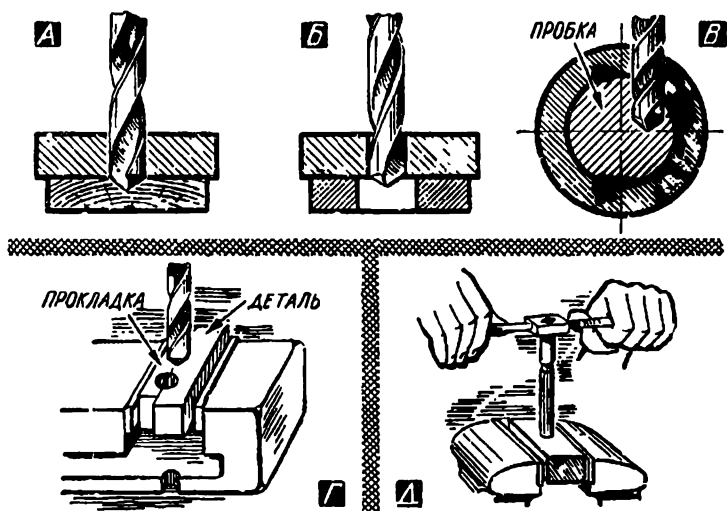

Рис. 33. Приемы сверления.
2. При сверлении сквозных отверстий под деталь следует подкладывать деревянную дощечку (рис. 33, А), а
для точных деталей — стальное кольцо или плитку с отверстием для прохода сверла (рис. 33, Б).
3. При сверлении смещенных с центра отверстий в круглых пустотелых изделиях необходимо забивать внутрь металлическую пробку (рис. 33, В).
6. При сверлении наружных канавок (неполных отверстий) рядом с деталью закрепляют равную с ней по высоте прокладку и сверлят отверстие сразу в обеих половинах (рис. 33, Г). Прокладка должна быть изготовлена из материала, твердость которого близка к твердости материала детали.
Развертывание детали производится вручную при помощи воротка, надеваемого на хвостовик развертки (рис. 33, Д). Прежде чем начать работу, развертку смазывают маслом и затем вводят заборной частью в отверстие, направляя ее так, чтобы оси отверстия и развертки совпали. В особо ответственных случаях положение развертки проверяют по угольнику в двух взаимно перпендикулярных направлениях — одну полку угольника ставят на деталь, а вторую подводят к развертке. Убедившись в правильности положения развертки, начинают медленно вращать ее вправо и одновременно слегка нажимают сверху.